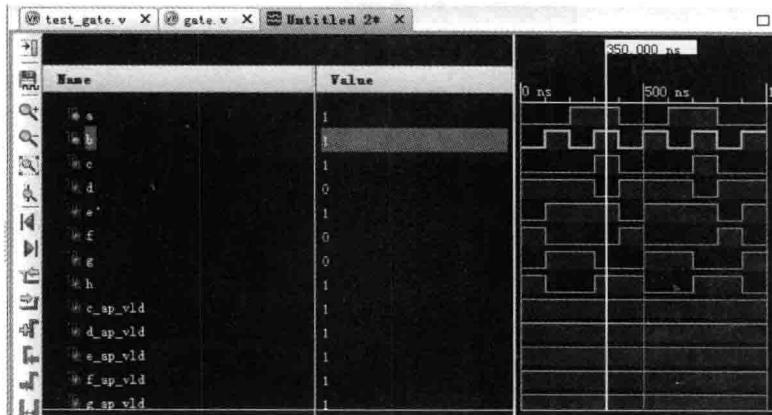

图 5.88 行为仿真后的波形界面
(29) 等待行为仿真结束后,如图 5.88 所示,给出仿真后的波形图。